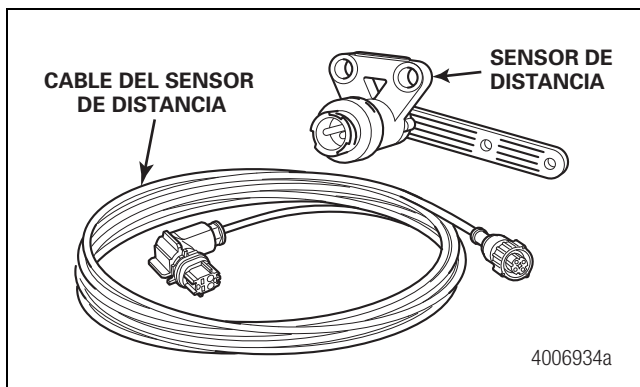

Figura 26
- E. Inserte el Cable del Sensor de Distancia en la E/S G #1 de la ECU del RSS y conéctelo al Sensor de Distancia. Figura 26.